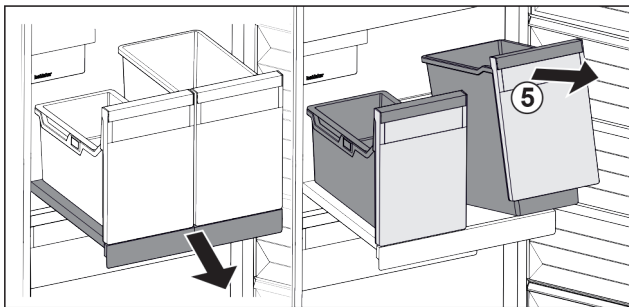

Fig. 139
- ▶ Emelje meg a tároló Fig. 139 (5) elejét.